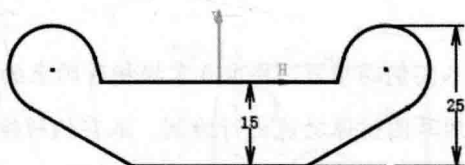

图 3.6 添加竖直约束
Step6. 添加图 3.6 所示的竖直约束。选择下拉菜单 **插入** → **约束** → **约束创建** → **约束** 命令；标注图中的各竖直尺寸。